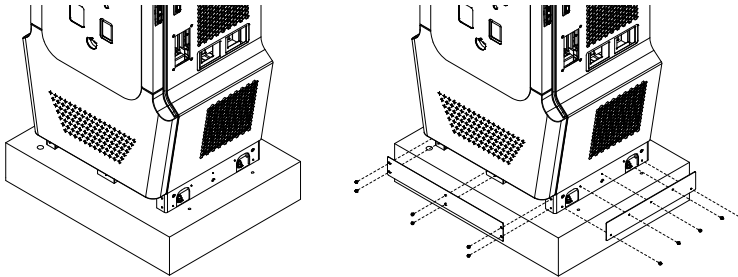

Abbildung 16. Installation der Sockelabdeckung
- 4) Befestigen Sie dann die untere Abdeckung (aus dem Zubehörpaket) unten an der Ladesäule. Siehe Abbildung 16.